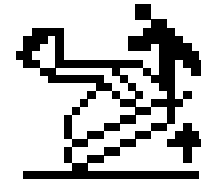

Figura 30
Cuando se extienden los brazos de carga a su alcance máximo para la altura del brazo y el peso de la carga, el InfoCenter muestra el icono Smart Load (Figura 30); el indicador parpadea, la alarma suena y los brazos dejan de extenderse.
4. Utilice herramientas manuales para girar las fijaciones en sentido horario hasta que el freno esté libre o hasta que no pueda girar más el tornillo (Figura 30).